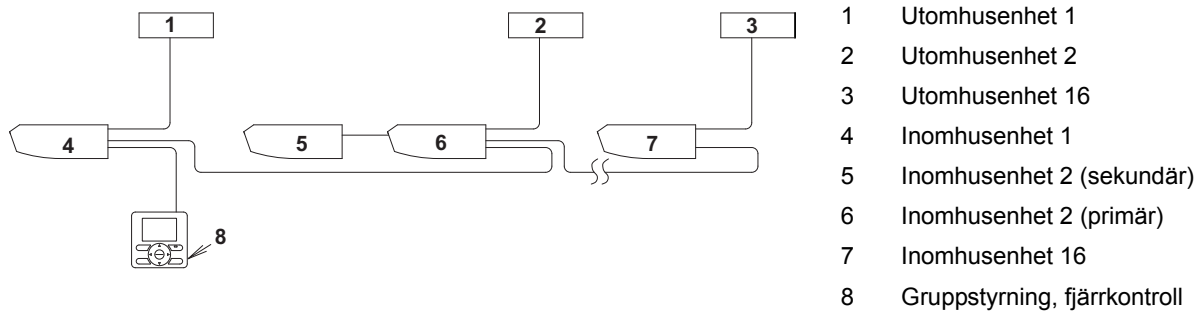

Bild 34
- Vid användning som parenhet eller huvudenhet för ett samkörningssystem kan du samtidigt starta/stoppa (gruppstyra) upp till 16 enheter med fjärrkontrollen. **(Se bild 34)**